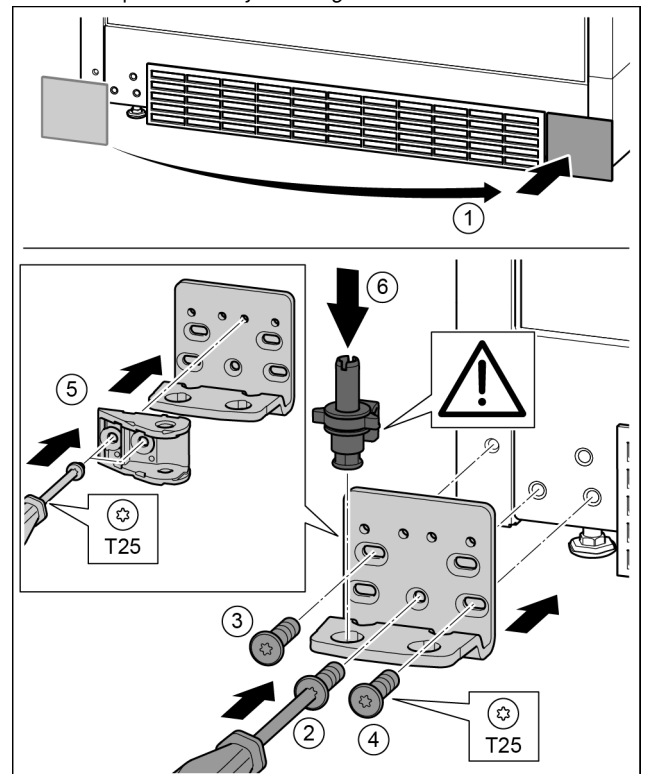

Fig. 31
- ▶ Retire la cubierta y colóquela en el otro lado. *Fig. 31 (1)*
- ▶ Coloque el soporte de cojinete en el otro lado y atorníllelo con la ayuda de un destornillador T25. Comience por el tornillo 2 en la parte inferior central. *Fig. 31 (2)*
- ▶ Atornille los tornillos 3 y 4. *Fig. 31 (3, 4)*
- ▶ Gire 180° la conexión de amortiguador de cierre. Atorníllela en el otro lado del soporte de cojinete con el destornillador T25. *Fig. 31 (5)*
- ▶ Coloque el perno de cojinete completo. Preste atención a que el saliente de retención esté orientado hacia atrás. *Fig. 31 (6)*